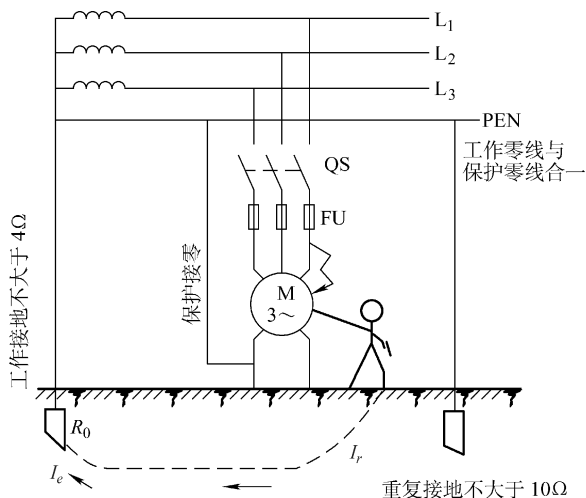

图 8-2 保护接零原理
消除触电的危险。如图 8-2 所示。
1) 在三相四线制系统中，中性线 N（工作零线）与保护零线 PE 共线（简称 PEN），设备直接接在工作零线上，工作零线应在规定地点重复接地，如图 8-2 所示。